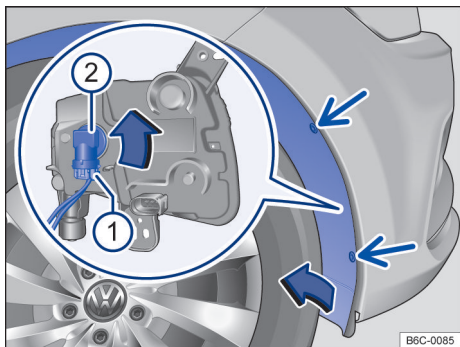

Fig. 132 Na caixa de roda dianteira: acesso à lâmpada incandescente do farol de neblina.
-  Remover os parafusos de fixação do revestimento da caixa de rodas → Fig. 132 (setas) com o auxílio de uma chave de fenda.
-  Retirar o conector de alimentação da lâmpada → Fig. 132 , pressionar, ao mesmo tempo, a trava de fixação do conector.
-  Girar o soquete da lâmpada → Fig. 132 , no sentido anti-horário até o batente, e desencaixá-lo do alojamento.
-  Recolocar os parafusos de fixação → Fig. 132 (setas) e apertá-los.